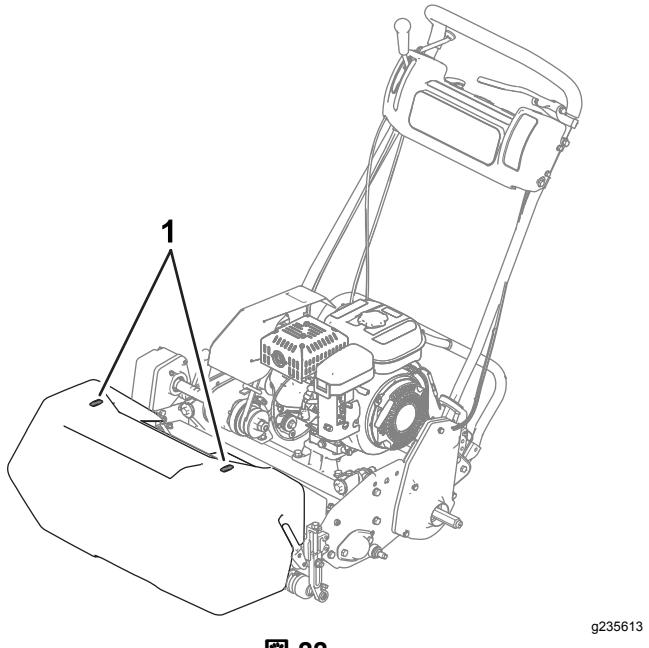

図 22
- 真っ直ぐに刈るコツの一つは、集草バスケットについている線図 22 を目安にして、となりの刈り跡と平行に、常に一定の距離をおいて歩くことです。